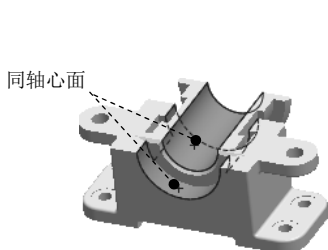

图 7.11.4 选取同轴心面
③ 添加“同轴心”配合。单击“配合”对话框中的  按钮，选取如图 7.11.4 所示的两个面为同轴心面，单击快捷工具条中的  按钮。